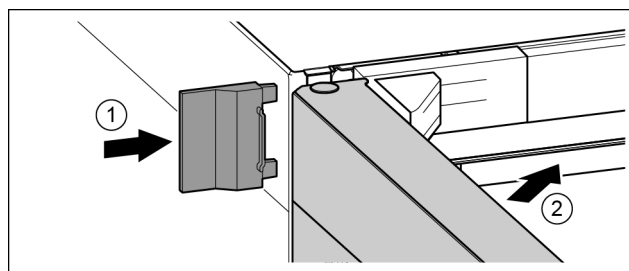

Fig. 26
- ▶ Buitenste afdekking erop schuiven. Fig. 26 (1)
- ▶ Bovenste deur sluiten. Fig. 26 (2)